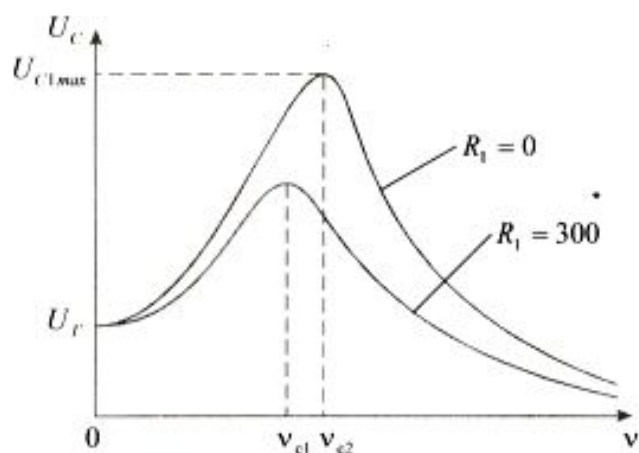

Рис. 10.10
6. Построить графики зависимости  $U_C = f(\nu)$  для случаев  $R_1 = 0$  и  $R_1 = 300$  Ом (рис. 10.10).